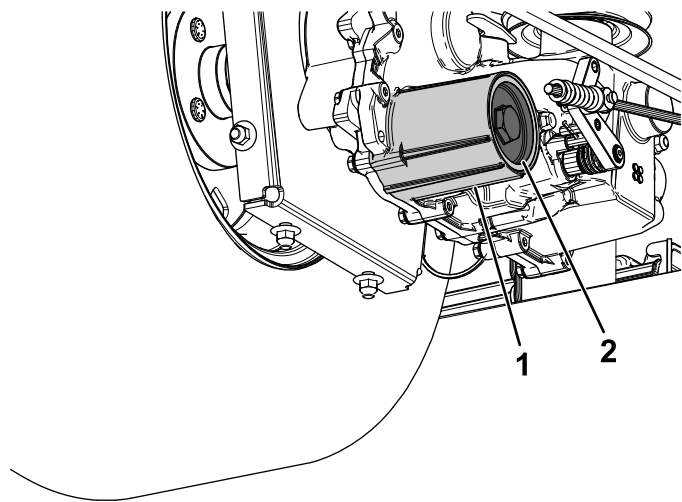

Figura 72
7. Îndepărtați capacul filtrului pentru ulei hidraulic de pe transmisie, pentru a scurge uleiul (Figura 72).